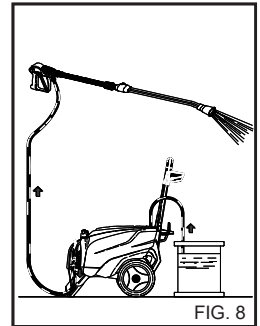

FIG. 8
Bed forhandleren om kataloget over de rengøringsmidler som kan anvendes afhængig af arten af det pågældende vaskearbejde og den overfladetype der skal behandles. Efter brug af rengøringsmidlet, skal rengøringsmiddelindtaget skylles ud med rent vand. (Fig. 8).
- 1) Efter brug sammen med rengøringsmidlet skal højtrykssvandsystemet skylles omhyggeligt: Lad pumpen være aktiveret i 1 minut, mens doseringshanen er fuldstændigt lukket. (fig. 8).
- 4) Efter brug sammen med rengøringsmidlet skal højtrykssvandsystemet skylles omhyggeligt: Lad pumpen være aktivt i 1 minut, mens doseringshanen er fuldstændigt lukket. (fig. 8).